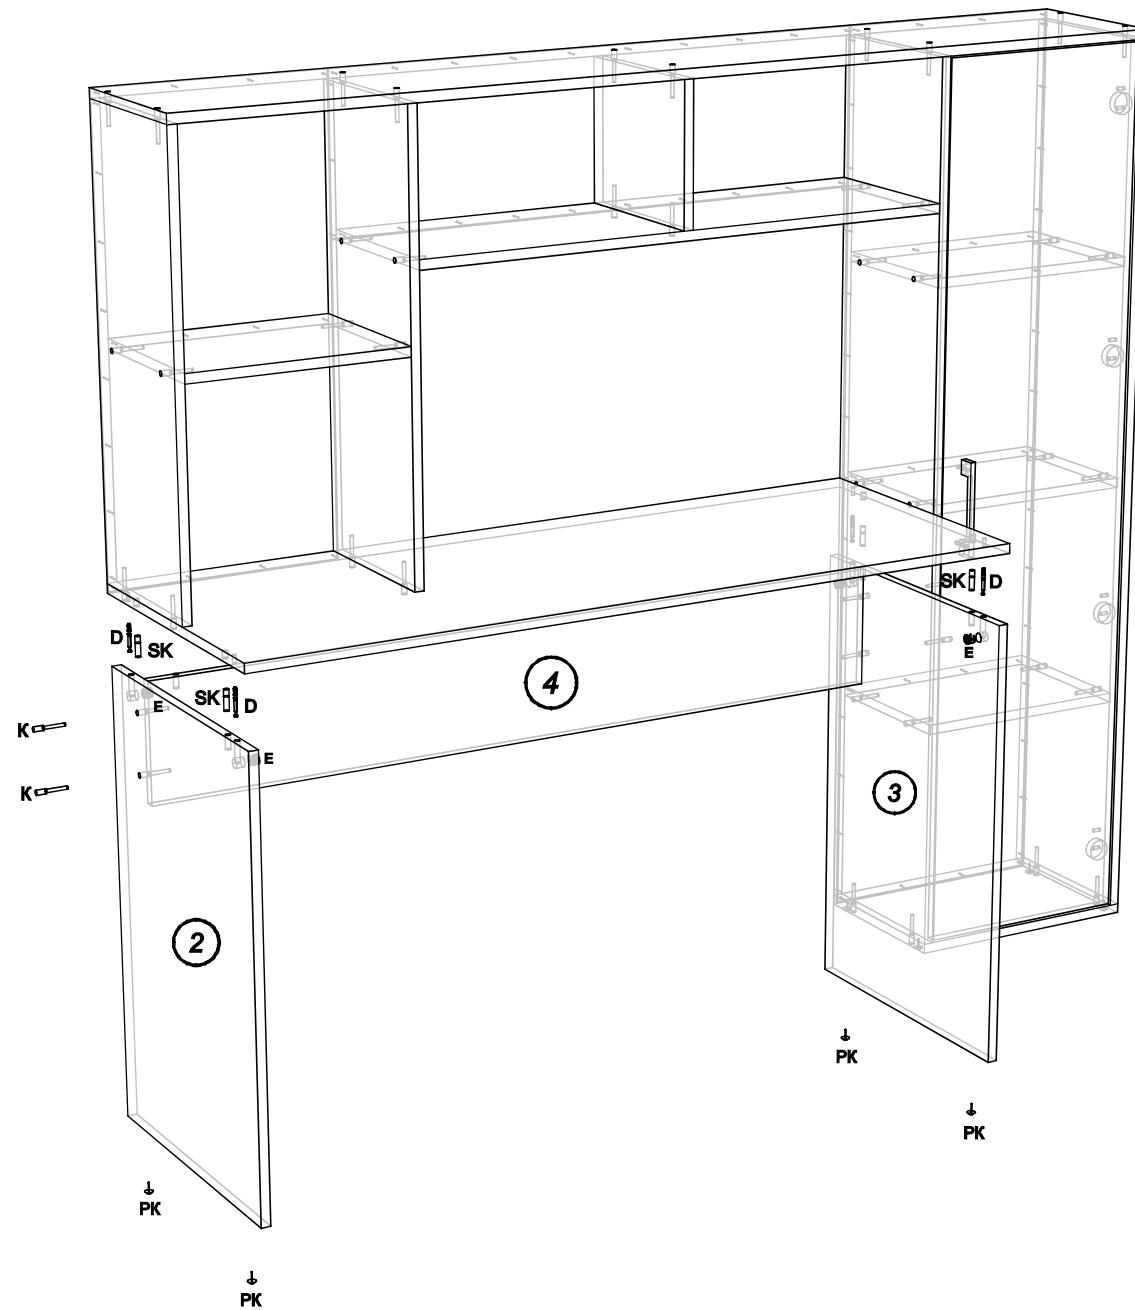

Рис. 2 Схема сборки стола.
- Соединяем между собой опоры(поз. 2 и 3) и царгу(поз. 4). Собранный конструкцию присоединяем к крышке стола(поз. 1) как показано на рис. 2.